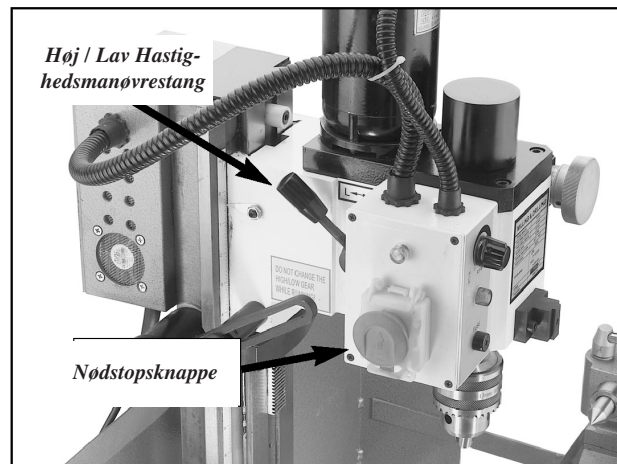

Fig. 4 Fræse / borereguleringer
3. Gør dig fortrolig med fræse/borehovedets regler, som vist i Fig. 4 og 5.